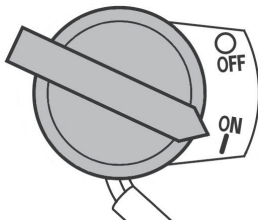

Рис. 17. Основной выключатель зажигания
4. Переведите основной выключатель зажигания в положение «ON» (Включено) (Рис. 17).
6. Переведите основной выключатель зажигания в положение «OFF» (ВЫКЛЮЧЕНО) (Рис. 17).